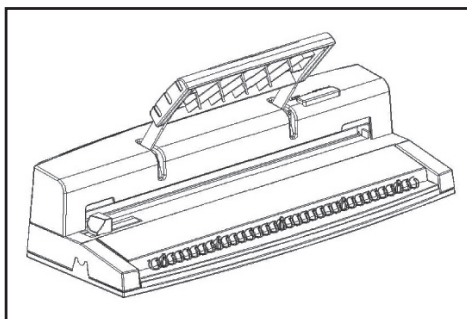

Abb. 5
- Drahtbindung (6 mm) wie in Abbildung 5 dargestellt in den Drahthalter einlegen. Dabei auf die sichere Befestigung achten: Die kleinen Schlingen müssen zum Bediener weisen.